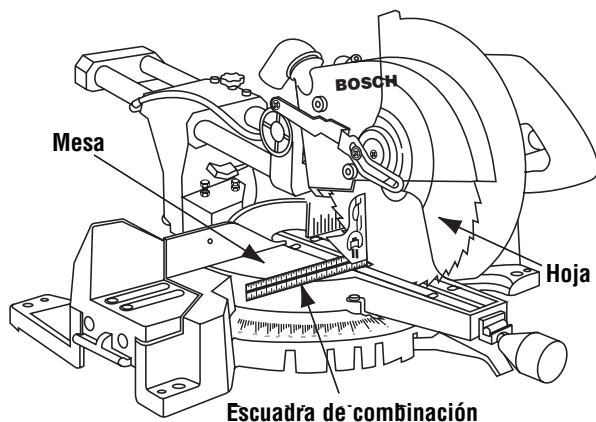

Figura 5. Hoja en ángulo recto con la mesa
3. Baje la hoja y acople el pasador de fijación. Use una escuadra de combinación para comprobar la perpendicularidad de la hoja respecto a la mesa. Coloque la escuadra sobre la mesa y presiónela contra la hoja. Si la hoja no hace contacto con toda la longitud de la escuadra (Figura 5), siga el procedimiento de alineación.